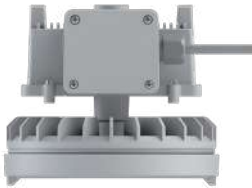

Figure 13
- Après avoir connecté les fils aux connecteurs, fermez le couvercle du boîtier de jonction en serrant les vis M4 avec un couple de 1,0 N.m, puis serrez enfin le presse-étoupe. Voir la figure 13.